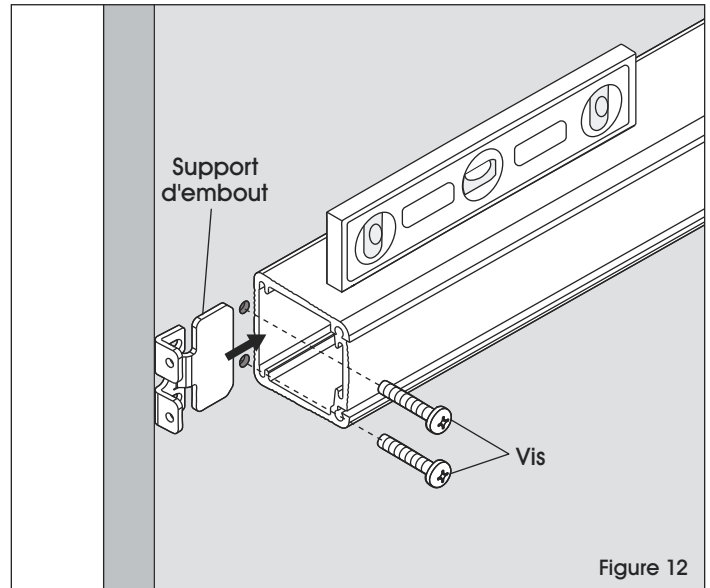

Figure 12
13. Réinsérez le support d'embout et fixez-le à l'aide d'un tournevis et de vis. (Voir Figure 12)